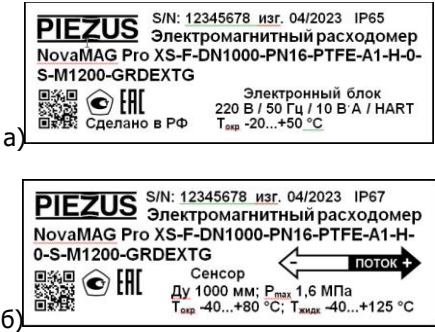

Рисунок 10.1 – Примеры идентификационных этикеток на корпусах для отдельного исполнения компонентов расходомера: а) на электронный блок; б) на сенсор
10.1 Маркировка изделия выполнена в виде этикетки на корпусах и содержит следующую информацию (рисунок 10.1):